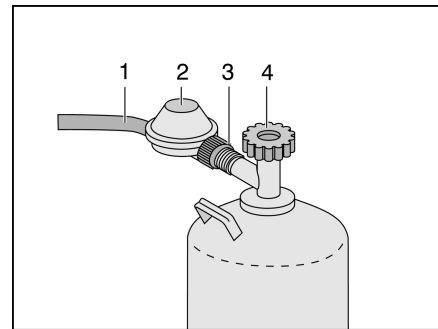

Fig. 154 Raccord bouteille de gaz
- Fermer le robinet principal (Fig. 154,4) de la bouteille de gaz. Observer le sens de la flèche.
- Maintenir le régulateur de pression de gaz (Fig. 154,2) et ouvrir l'écrou moleté (Fig. 154,3) (filetage à gauche).
- Retirer le régulateur de pression du gaz avec la lyre (Fig. 154,1) de la bouteille de gaz.
- Placer le régulateur du gaz (Fig. 154,2) avec le flexible de gaz (Fig. 154,1) sur la bouteille de gaz et serrer à fond l'écrou moleté (Fig. 154,3) (filetage à gauche).